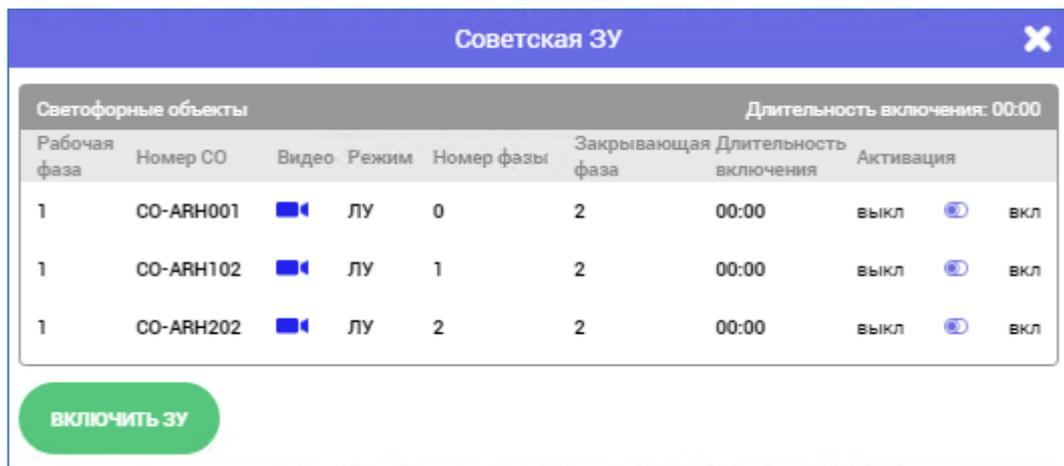
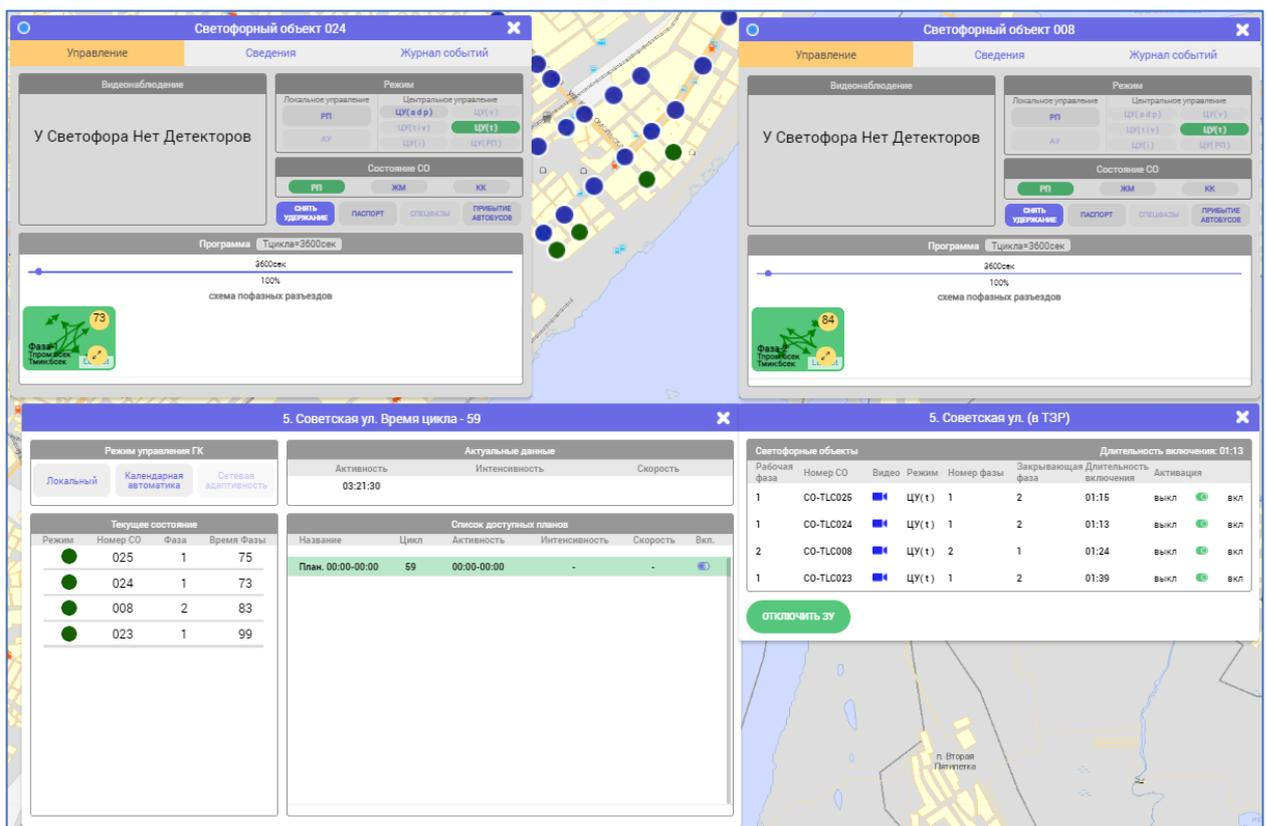

Рисунок 49 Карточка зеленой улицы
Рисунок 50 Многооконная система
На карточке ЗУ (Рисунок 49) в шапке отображается название группы.
При необходимости оператор может открыть все требуемые карточки одновременно (Рисунок 50). Передача фокуса необходимой карточке осуществляется по клику курсором мыши в любую область карточки.
- На карточке ЗУ, после включения кнопкой «ВКЛЮЧИТЬ ЗУ» (или всех переключателей в положение «Вкл», Рисунок 49), карточка «Светофорный объект» входящего в группу СО становится недоступной, аналогично удержанию (см. Кнопка «УДЕРЖАТЬ» на карточке «Светофорный объект»), в компоненте «Программа» выделено изображение рабочей фазы и вспомогательная кнопка «СНЯТЬ УДЕРЖАНИЕ» выделена синим цветом (Рисунок 50);